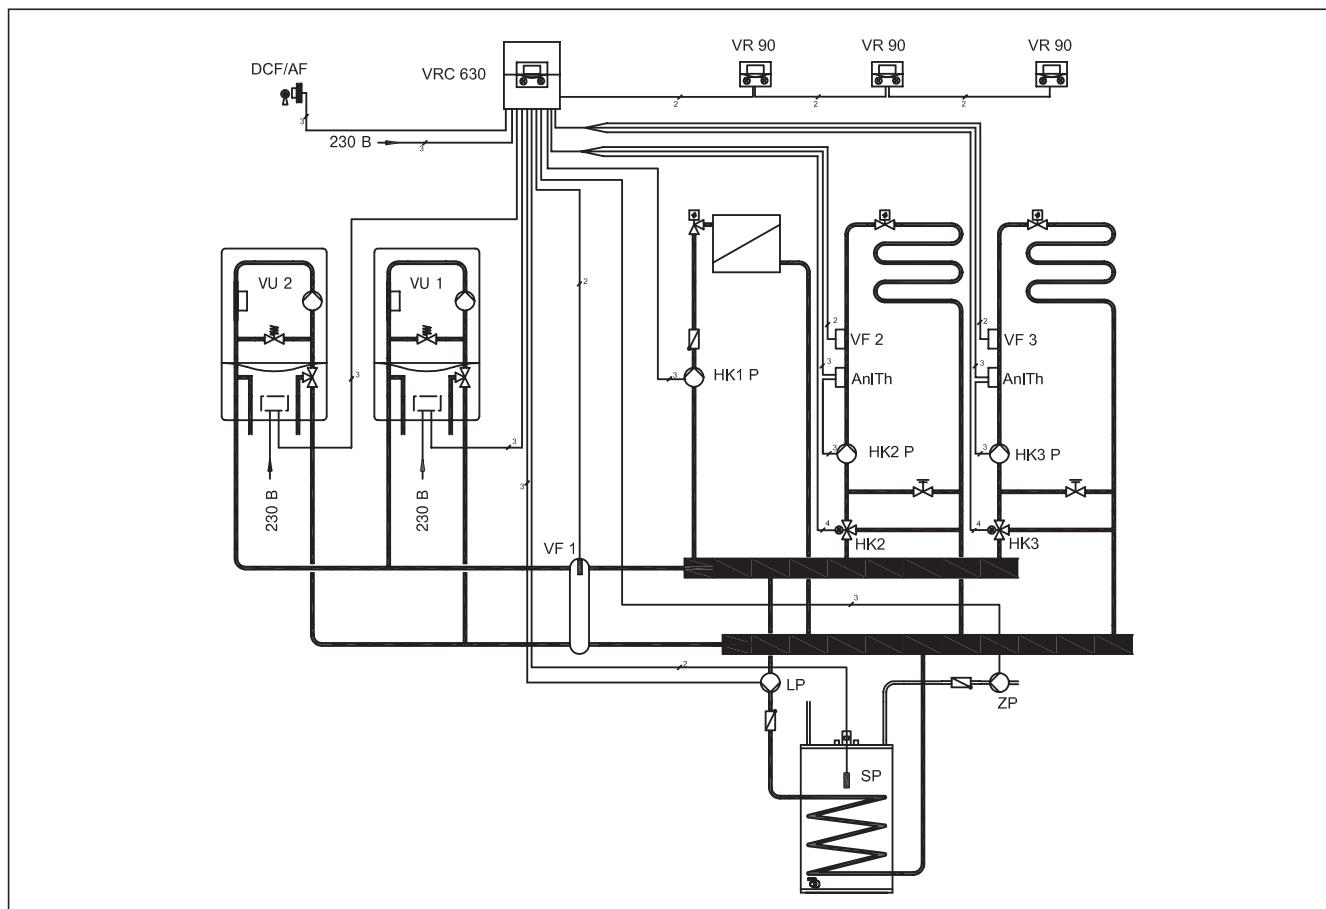

Рис. 4.6: Настенные отопительные котлы VU в каскаде, с VRC 630 и водонагревателем после разделителя
- Снимите закрывающую крышку (1) кожуха и закрепите кожух с помощью 2 винтов через крепежные отверстия (8) на стене.
- Во время монтажа проложите соединительный кабель (4) минимальным сечением  $2 \times 0,75 \text{ мм}^2$  и проденьте конец кабеля снизу через кабельный ввод (3). Путем надлежащей прокладки кабеля и тщательного выполнения работы обеспечьте водонепроницаемость датчика, а также стены здания.
- Выполните подключение проводов к присоединительным клеммам в соответствии с монтажной схемой соединений, как показано на рис. 4.6.
- Обеспечьте то, чтобы уплотнение кожуха было правильно закреплено в верхней части кожуха (1) и прижмите верхнюю часть к кожуху.
- Закрепите верхнюю часть кожуха (1) посредством прилагаемых винтов на нижней части кожуха (2).